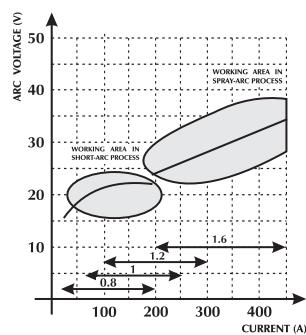

Fig. 2 Diagram för val av optimala arbetsförutsättningar.
- Förhållandet mellan olika svetsningsparametrar framgår av Fig. 2 och 3.